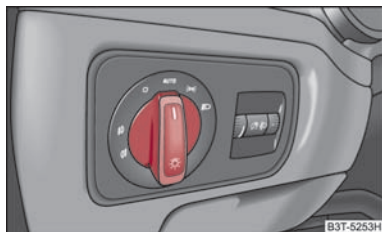

Abb. 48 Schalttafel: Lichtschalter
- Drehen Sie den Lichtschalter ⇒ Abb. 48 in Stellung **AUTO**.
- Drehen Sie den Lichtschalter ⇒ **Abb. 48** in Stellung **AUTO**.